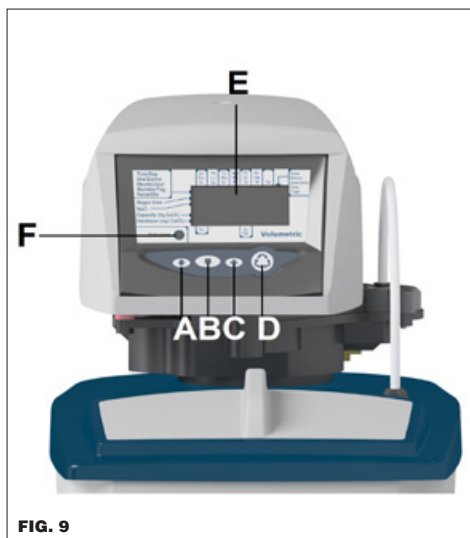

FIG. 9
- 1 valvola (fig. 1, A) modello 255 Autotrol con timer 760 Logix (fig. 9) con le seguenti caratteristiche: